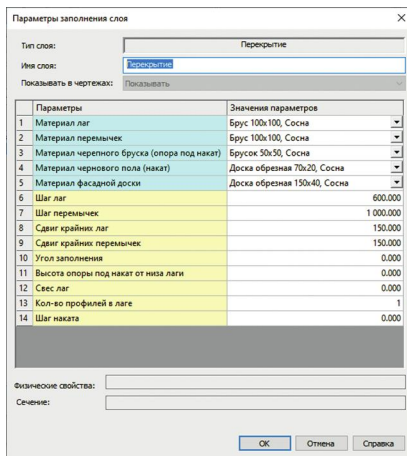

рис. 181
6. После того, как вы отпустите кнопку мыши, на экране появится карточка **Параметры заполнения слоя** (рис. 181). Измените, в случае необходимости, материалы и другие параметры слоя, и нажмите кнопку **ОК**. Элемент конструкции, для которого материал не определен, создаваться не будет.